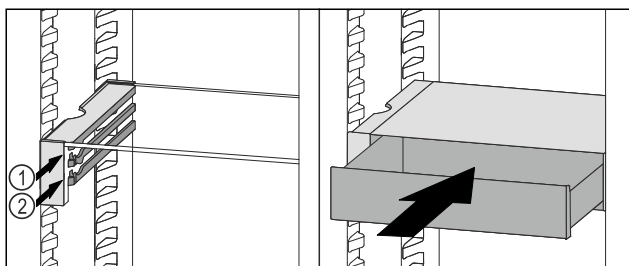

Fig. 61
- ▶ Założyć szufladę VarioSafe za stoperami na wybranych żebrach Fig. 61 (1) lub Fig. 61 (2).